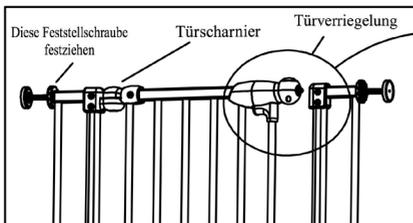
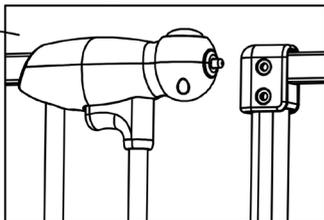

Abbildung 12
Abbildung 13
- Ziehen Sie die obere, in der Nähe des Türscharniers befindliche Feststellschraube fest (siehe Abbildung 12), bis die Verriegelung in etwa so ausgerichtet ist wie in Abbildung 13.